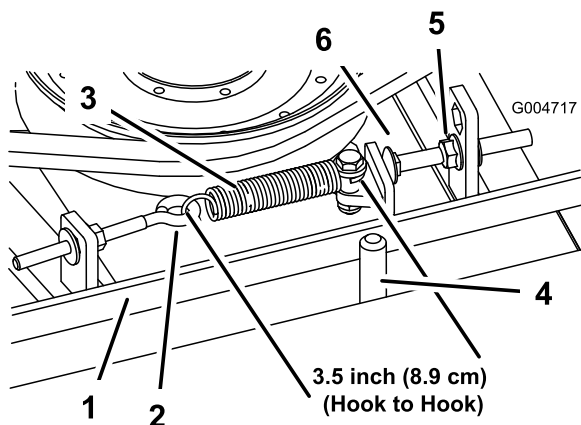

Figura 69
Quando a tensão estiver correta, a medida interior da mola de extensão (gancho a gancho) deverá ser de cerca de 8,3 cm a 9,5 cm. Logo que se obtenha a tensão correta da mola, ajuste o pino de fecho (parafuso da carroçaria) até haver uma folga aproximada de 2 a 5 mm entre a cabeça do parafuso e o braço intermédio (Figura 69).
Nota: Certifique-se de que correia está colocada no lado da mola do guia da correia (Figura 69).
- Desaperte o parafuso com olhal permitindo a remoção da mola de extensão (Figura 69).
- Desaperte a porca flangeada que prende o pino de fecho à patilha de montagem e afaste a polia intermédia da correia para libertar a tensão da correia (Figura 69).
- Ligue a mola de extensão (Figura 69) ao parafuso de olhal e aplique a tensão na correia como se segue: